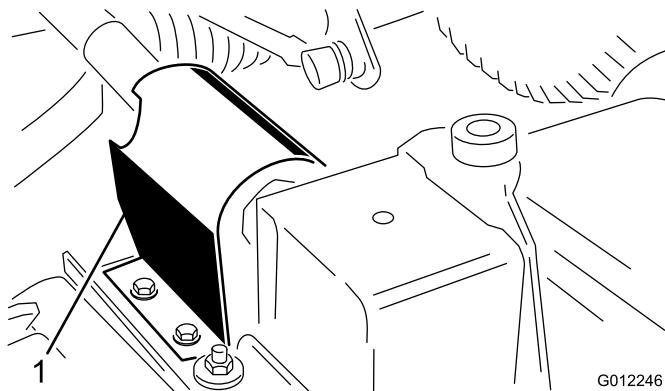

Figura 5
1. Retire los 2 tornillos autorroscantes que sujetan el protector de la toma de fuerza a la parte superior de la chapa de montaje de la caja de engranajes de la unidad de corte, y retire el protector (Figura 5).